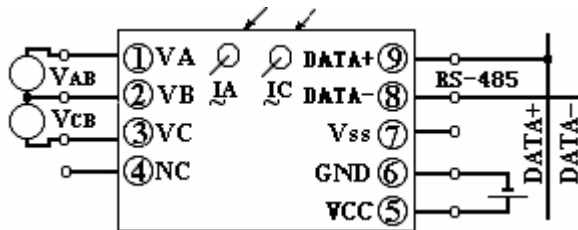

图 3.2.2 三相三线制三隔离 S3 型产品接线参考图
3.2.4.2、三相三线制（两表法）三隔离 S3 型产品接线参考图，见图 3.2.2。